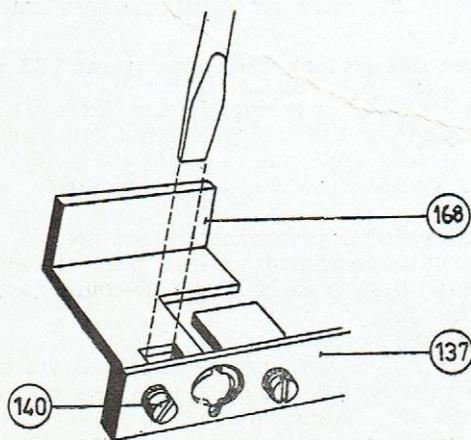

Fig. 8
- 4° Placer le bouton de commande dans la position 4 ; le plateau droit doit être immobile. La force nécessaire exercée sur la languette, pour dégager le frein du plateau et que celui-ci se mette à tourner, est de 450 à 550 g. Cette force est mesurée juste sous le patin de frein, elle est réglable en donnant plus ou moins de tension, à l'aide d'un tournevis, à travers le trou ovalisé de l'étrier 168 (voir fig. 8).